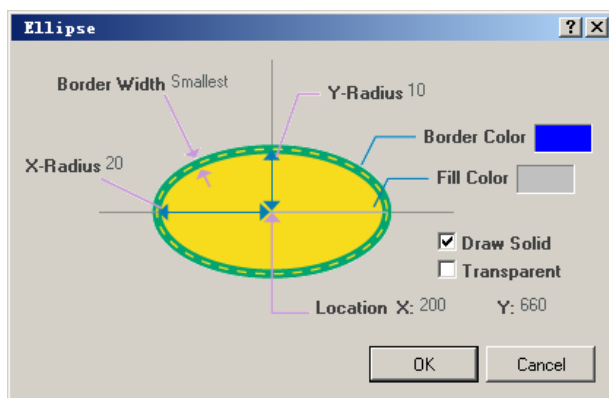

图 2.121 “Ellipse” 对话框
(1) 在主菜单中选择“Place”->“Drawing Tools”->“Ellipse”命令，或者单击“Utilities”工具栏中的绘图工具按钮，在弹出的绘图工具栏中选择椭圆工具.
(2) 单击键盘上的“Tab”键，打开如图 2.121 所示的“Ellipse”对话框。